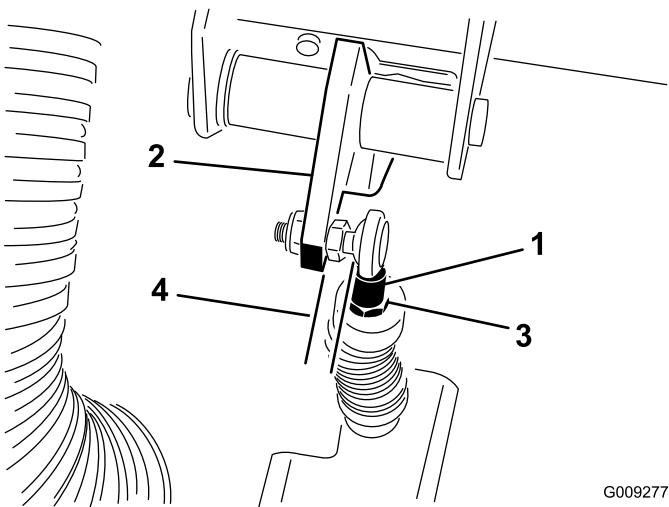

Figura 71
**Importante:** Asegúrese de que la rótula de la varilla está situada correctamente en la bola, sin estar torcida, y que permanece paralela al pedal del embrague después de apretar la contratuerca (Figura 71).